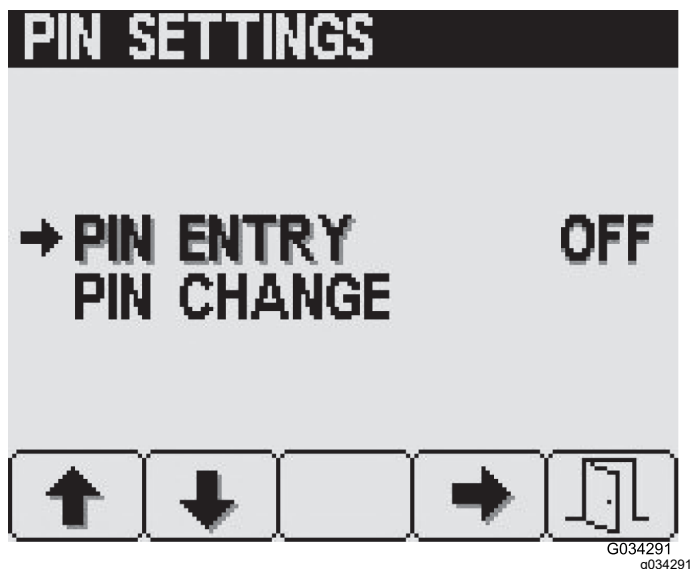

Рисунок 25
1. Нажмите кнопку 1 или 2 для выбора пункта PIN ENTRY (Ввод ПИН-КОДА) (Рисунок 25).
2. Нажмите кнопку 4 для выбора настроек ВКЛ или ВЫКЛ требования ввода ПИН-кода (Рисунок 25).